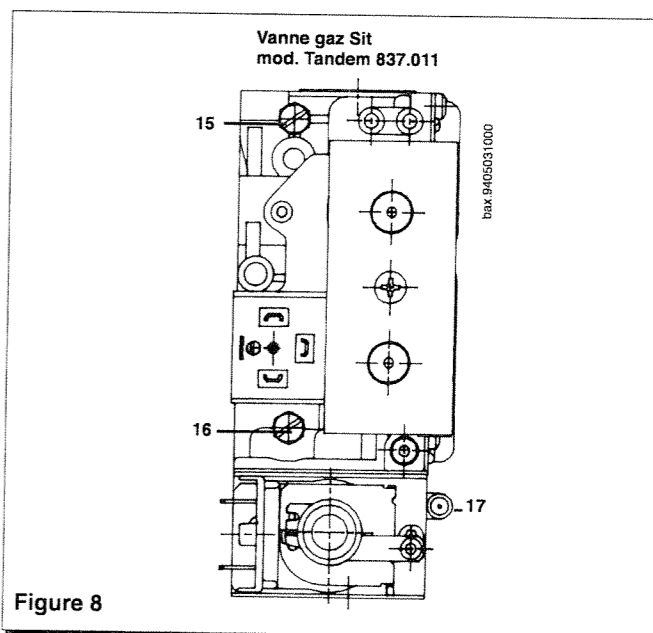

Figure 8
Pour utiliser ce composant, il est nécessaire de glisser, entre la carte de modulation (connecteur M13, figure 8) et le bornier du télécontrôle (bornes 4 et 5, figure 7), une carte interface fournie elle aussi en tant qu'accessoire. Le raccordement électrique à la chaudière est réalisé en utilisant deux conducteurs présentant une section minimale de 0,5 mm² et une longueur
- * s'assurer que la pression dynamique d'alimentation de la chaudière, mesurée au niveau de la prise de pression (16) de la vanne gaz (figure 8 de la page 11) soit correcte.